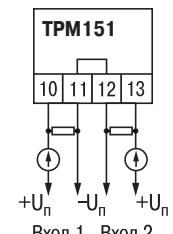

Рис. 21
3. Для питания нормирующих преобразователей необходим дополнительный источник постоянного напряжения  $U_n$ . На рис. 21 показаны схемы подключения датчиков с унифицированным выходным сигналом 4...20 мА к приборам по двухпроводной линии. Значение напряжения  $U_n$  указывается в технических характеристиках нормирующего преобразователя, и, как правило, лежит в диапазоне 18...36 В.